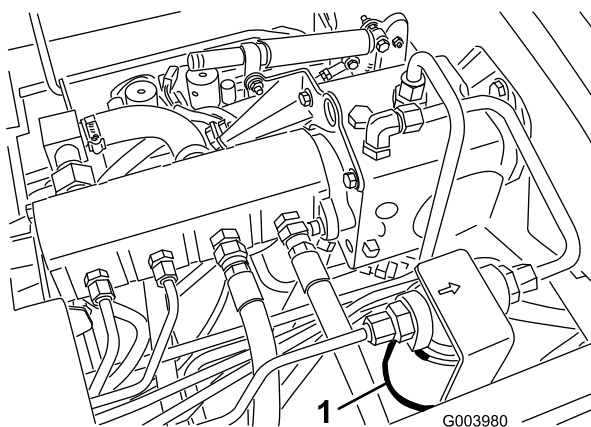
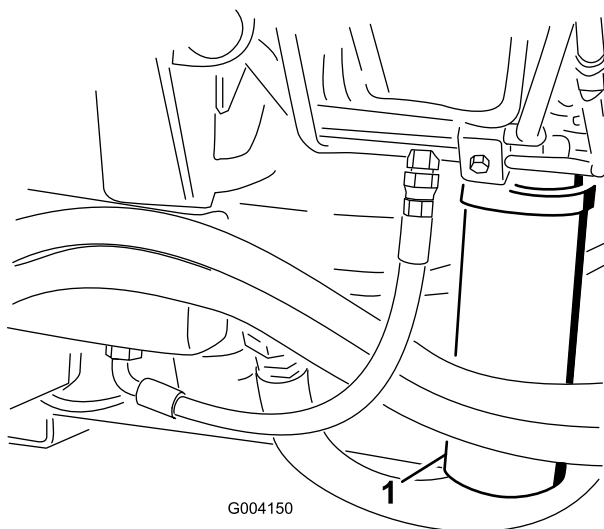

Figura 74
Figura 75
2. Limpe a área à volta da área de montagem do filtro e coloque um recipiente de drenagem por baixo do filtro (Figura 74) e (Figura 75).